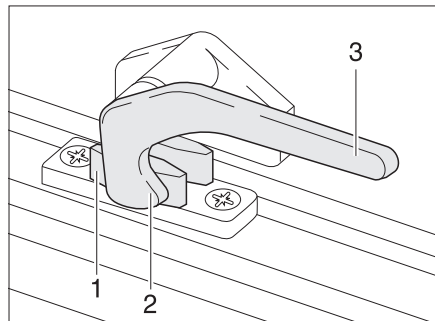

Fig. 35 Levier de verrouillage en position "Fermé"
- Tourner le levier de verrouillage (Fig. 35,3) d'un quart de tour vers le centre de la fenêtre.
- Tourner le levier de verrouillage (Fig. 35,3) d'un quart de tour vers le cadre de la fenêtre. Le tenon de verrouillage (Fig. 35,2) se trouve sur le côté intérieur du verrouillage de fenêtre (Fig. 35,1).
- En position "Fermé" (Fig. 35).